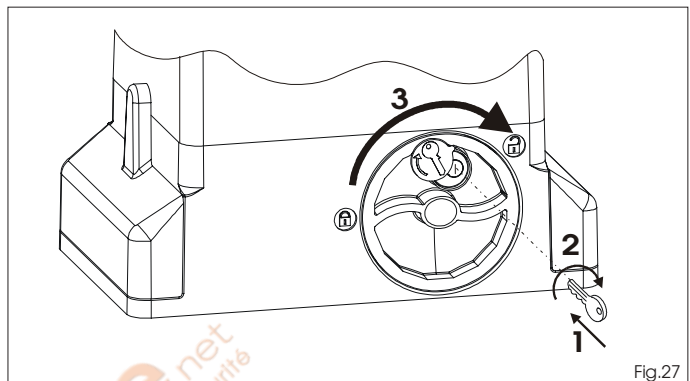

Fig.27
- 1) Introduire la clé spécifique fournie et la tourner dans le sens des aiguilles d'une montre d'après la Fig. 27 réf. 1 et 2.
- 2) Tourner le système de déverrouillage dans le sens des aiguilles d'une montre jusqu'à l'arrêt mécanique, Fig. 27 réf. 3.